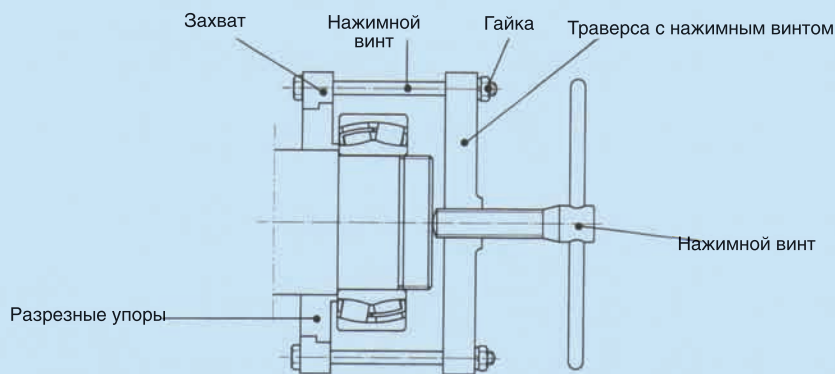
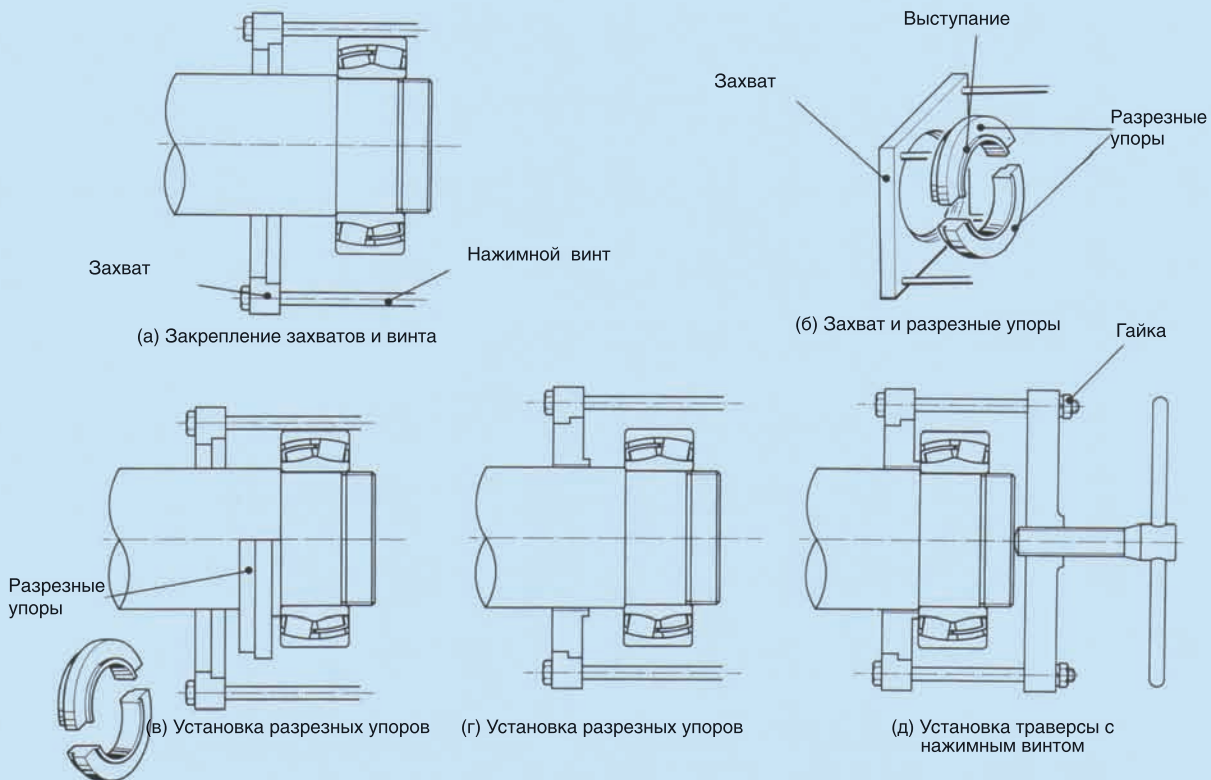

Рис. 7.1 Установка специального съемника
Рис. 7.2 Применение специального съемника
Для применяемого способа обычно применяется специальный съемник (рис. 7.1) из комплекта приспособлений и инструментов, см. рис. 7.2. Конструкция специального съемника состоит из * траверсы с нажимным винтом, разрезных упоров, захвата и 4 болтов и гаек, показанных на упомянутом рисунке.
(Чтобы выполнить это, диаметр отверстия под разрезные упоры должен быть больше наружного диаметра подшипника, который будет демонтирован.) (Рис. 7.2 (а))
2. Установите каждый разрезной упор между захватом и подшипником. Сначала приложите разрезные упоры к торцу внутреннего кольца подшипника, обхватив упорами вал. (Рис. 7.2 (б), (в)) Для подшипника, смонтированного с дистанционным кольцом, приложите упоры к торцу дистанционного кольца, противоположного торцу вала, обхватив упорами вал.
3. Подсоедините упоры к захвату. (Рис. 7.2 (г))
4. Пропустите 4 болта сквозь траверсу и наверните гайки. (Рис. 7.2 (д))
5. Установите нажимной винт, подсоединенный к траверсе в центр вала, и аккуратно навинтите 4 гайки так, чтобы траверса стала параллельной захвату. (Рис. 7.2 (д))